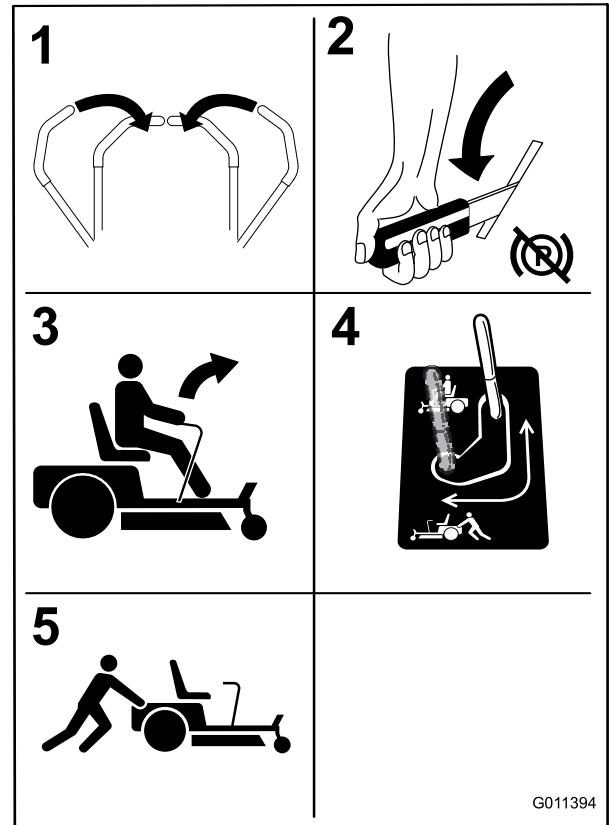

Bild 30
4. Schieben Sie die Bypasshebel nach hinten und dann nach links, um sie zu arretieren, wie in Bild 30 dargestellt, um die Radmotoren auszukuppeln. Wiederholen Sie die Schritte an jeder Maschinenseite.
Stellen Sie den Bypass auf die Stellung für das Schieben der Maschine (Bild 30), um die Radmotoren zu aktivieren.